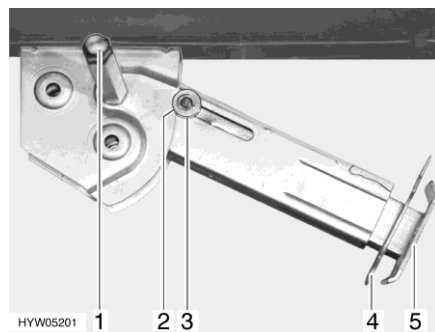

Bild 41 Stödben
- Placera hylsnyckeln på sexkanten (Bild 41,1) och vrid runt den tills stödbenet står rakt neråt.
- Drag ut sprinten (Bild 41,4) ur stödbensförlängningen (Bild 41,5).
- Placera hylsnyckeln på sexkanten (Bild 41,1) och vrid runt den tills stödbenet inte längre sitter mot marken.
- Skjut in stödbensförlängningen (Bild 41,5) helt och sätt in sprinten (Bild 41,4) i borrhålet på stödbensförlängningen.
- Vrid på sexkanten (Bild 41,1) med hylsnyckeln tills stödbenet har svängts upp och styrbrickan (Bild 41,3) befinner sig längst upp i skåran (Bild 41,2).